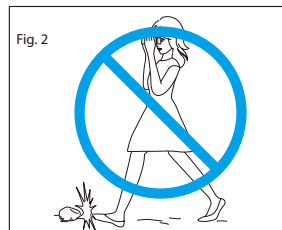

Fig. 2
- No mire por los gemelos mientras anda. Podría tropezar o caerse y resultar herido. (Fig. 2)